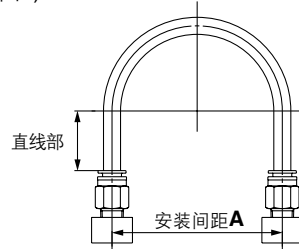

图1 推荐配管图
① 在快换管接头上配管时，请按图1的推荐配管条件，保持管子长度有余量。